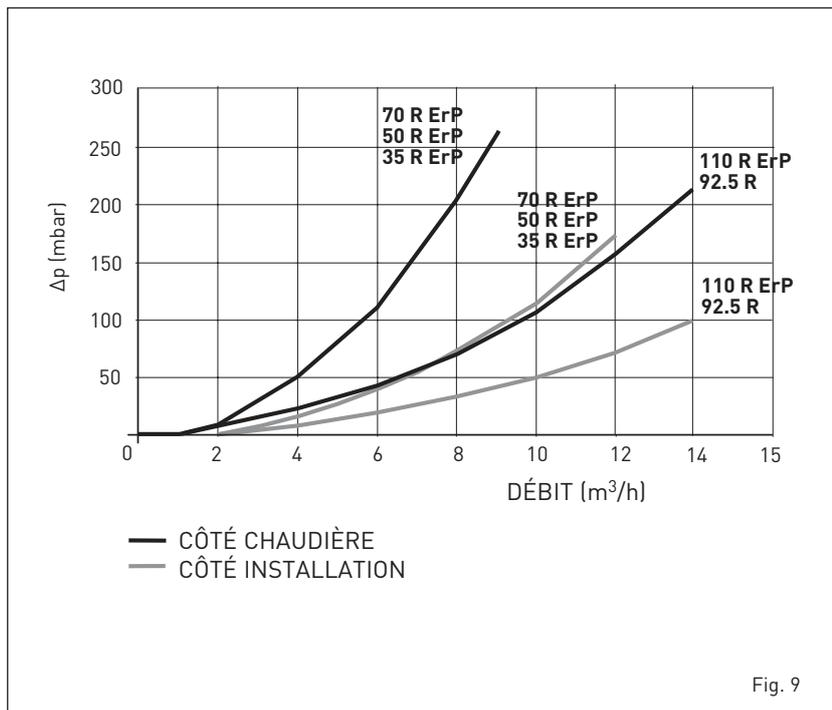

Fig. 9
2.8 PERTES DE CHARGE DU SEPARATEUR HYDRAULIQUE (fig. 9)
Les pertes de charge du séparateur hydraulique sont indiquées dans le diagramme de la figure 9.